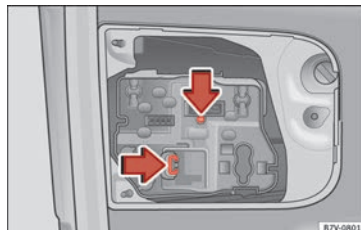

Fig. 113 Dans le hayon arrière : retirer le porte-ampoule.
4. Appuyez sur les languettes de fixation dans le sens de la flèche » fig. 113 et retirez le porte-ampoule.